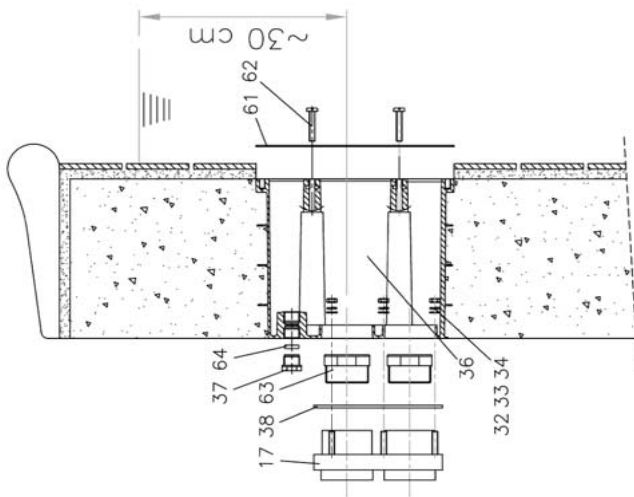

FIG. 1
### **2a Instalação da caixa alojamento (Fig. 1, 2)**
Instala-se caixa alojamento de maneira a que os dois orifícios para os passa-cabos PG16 (37) fiquem na parte superior, ficando o centro da boca aproximadamente a 30 cm. abaixo do nível de água (Fig. 1).
No caso de não instalar o equipamento de imediato pode-se obter a estanqueidade da caixa alojamento, montando os elementos fornecidos (Fig. 1) da seguinte forma: Colocar a junta de estanqueidade (38) na flange de ligação (17) e fixar ambas as peças à caixa através de 6 porcas M8 (32) e as suas anilhas correspondentes. Fixar nos alojamentos rosca PG16 as 2 juntas cegas (64) com os correspondentes passa-cabos (37). Montar os 2 tampões RG2" (63) na flange de ligação, previamente devemos pôr teflon na rosca dos tampões. Para evitar o acesso ao interior da caixa coloca-se a tampa de protecção (61) com os seus correspondentes parafusos (62).